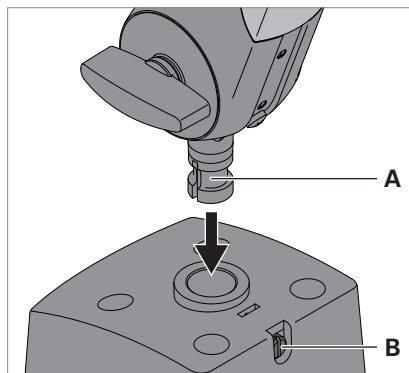

Fig. 2: Montare l'apparecchio d'illuminazione sull'elemento di fissaggio.
- ▶ Inserire il perno **A** dell'asta dell'apparecchio d'illuminazione nell'apertura dell'elemento di fissaggio, vedi Fig. 2.
- ▶ Al fine di fissare l'asta, stringere la vite **B**, vedi Fig. 2.